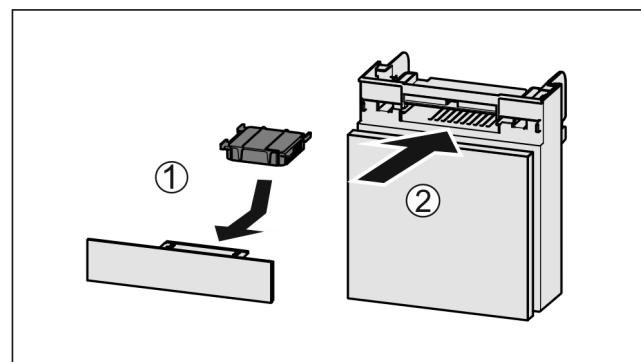

Fig. 141
- Introduceți Fig. 141 (1) filtrul de cărbune activ după cum se vede în figură.
- Împingeți Fig. 141 (2) compartimentul în interior.